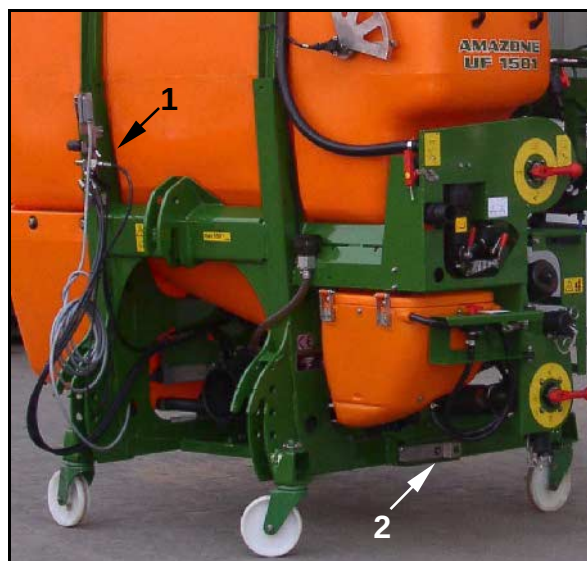

Fig. 179
1. Désaccouplez les câbles d'alimentation entre le tracteur et la machine et insérez les dans les douilles correspondantes (Fig. 179/1).
2. Sortez les deux béquilles de dépose (Fig. 179/2) et verrouillez les en sécurité.